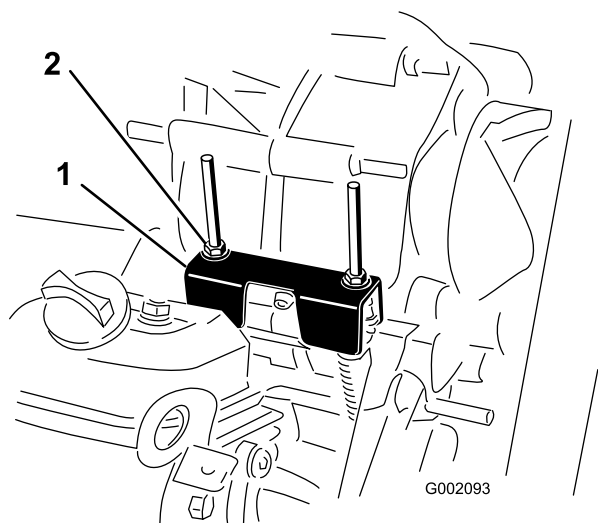

Figure 35
Lors des entretiens courants et/ou des diagnostics du moteur, vous devez placer la boîte-pont au point mort (Figure 35). La position point mort de l'inverseur de marche commande le point mort de la boîte-pont. Procédez comme suit pour vérifier que le point mort de l'inverseur de marche actionne correctement le point mort de la boîte-pont :
2. Vérifiez que la patte de réglage du point mort est à la position point mort (au même niveau que le support de fixation du câble situé sous la patte d'inversion de marche) en tournant l'embrayage (Figure 35). Le véhicule ne doit pas avancer ni reculer. Si le véhicule se déplace, placez la patte de réglage du point mort à la position point mort.
3. Serrez l'un des contre-écrous (Figure 35) pour obtenir un espacement de 0,076 à 0,15 cm.